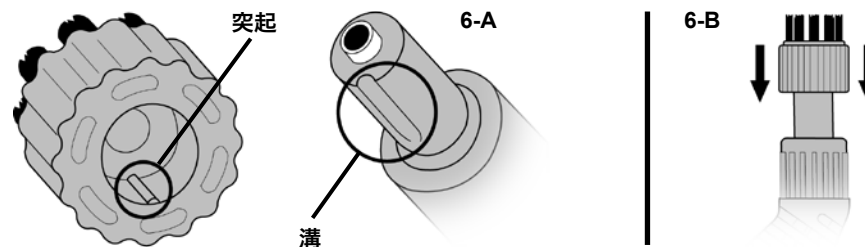

図6
1. ブラシの中にある突起をジェットノズルの先端の溝(図6-A)に合わせてください。
2. ブラシをジェットノズルの奥までしっかりと差し込んでください。スチームが漏れないように正しくはめてください。(図6-B)